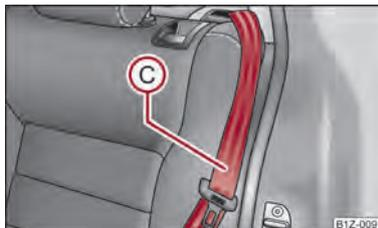

Fig. 48 Travar o encosto do banco
- Coloque o cinto de segurança traseiro lateral ① ⇒ Fig. 48 atrás do canto do revestimento lateral.